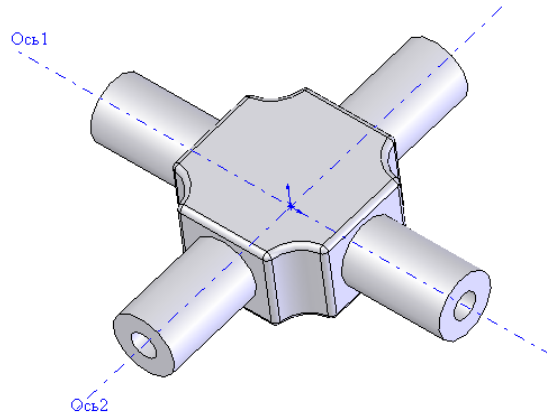
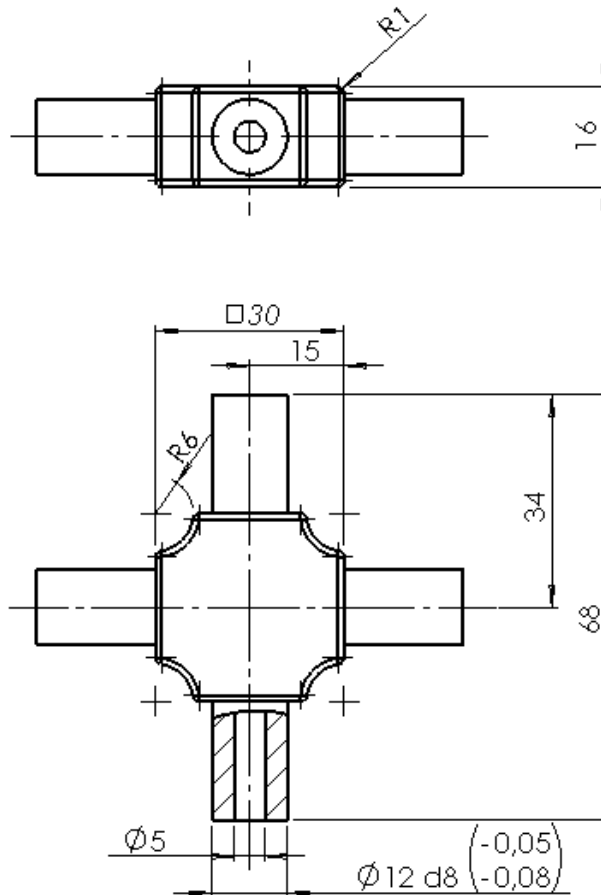

Рис. 2. Модель детали «Крестовина»
Рис. 3. Эскиз детали «Крестовина»
3. Построить 3D модель детали «**Крестовина**» (рис. 2) по эскизу изображенному на рис.3, используя элементы справочной геометрии и инструменты создания массива объектов в эскизе.